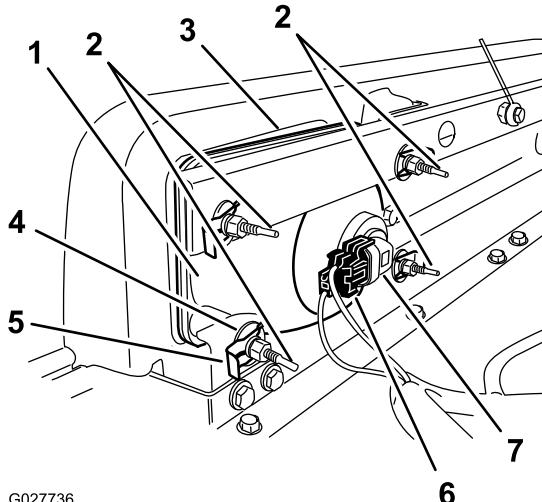

Figura 51
- Desconecte el conector eléctrico del arnés de cables del conector del conjunto de la lámpara (Figura 51).
- Retire los conectores rápidos y las arandelas que sujetan el faro al soporte del faro (Figura 51).
- Retire el faro desplazándolo hacia adelante y pasándolo por el hueco del parachoques delantero (Figura 51).
- Introduzca el faro nuevo a través del hueco del parachoques (Figura 51).
- Conecte el conector eléctrico del arnés de cables al conector del conjunto de la lámpara (Figura 51).
- En la parte trasera del faro, gire los tornillos de ajuste (Figura 51) para pivotar el conjunto y ajustar de la posición del haz de luz.